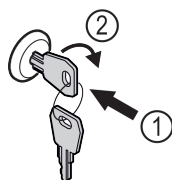

Fig. 146 Ilustrační zobrazení
- Klíč zasuňte dovnitř Fig. 146 (1).
- Otáčejte klíčem o 90° ve směru hodinových ručiček Fig. 146 (2).